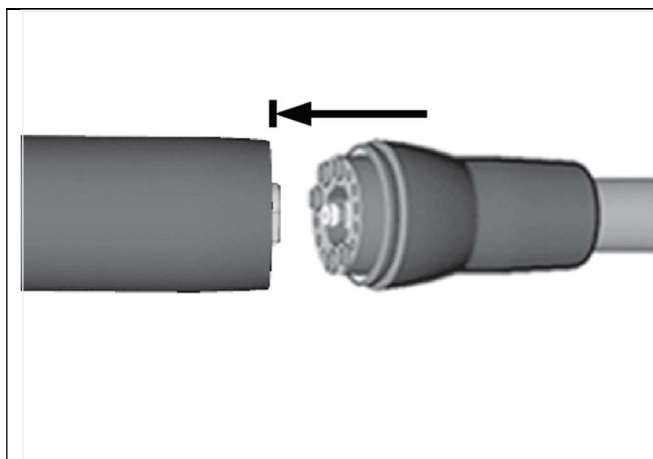

FIG. 2
1. Ligue o motor a mangueira (com o conector tipo MCX) como indicado na FIG. 2.